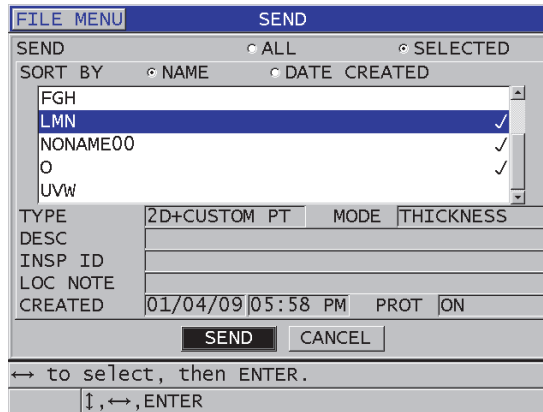

Figura 14-6 Pantalla de selección de los archivos que serán transferidos
4. En la pantalla **ENVIAR** (ver Figura 14-6 en la página 291):